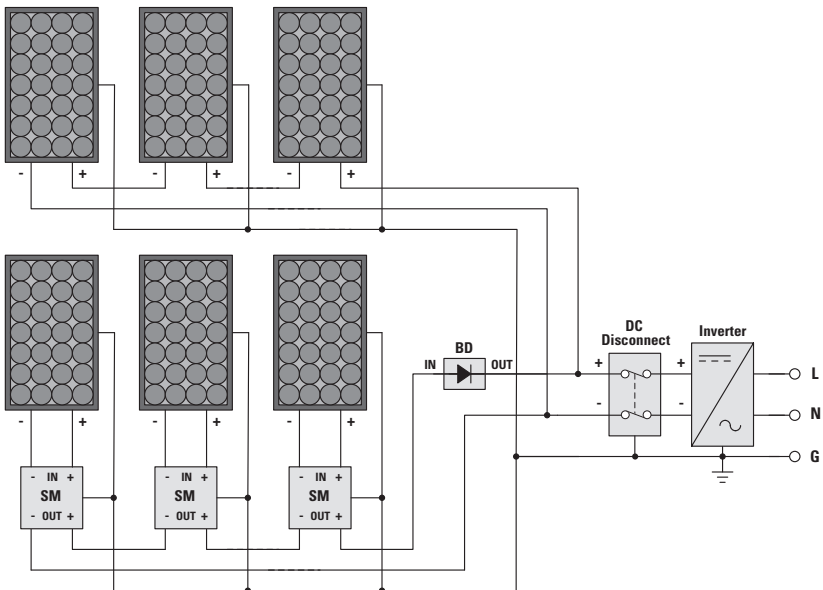

Bild 9. Vereinfachtes Verdrahtungsschema einer PV-Anlage mit SolarMagic Power Optimizern und Sperrdiode.
Um die Installation zu vereinfachen, sollten die SolarMagic™ Power Optimizer (SM) für die entsprechenden Strings am Schienensystem befestigt und verkabelt werden, bevor die PV-Panele montiert werden (**Bild 9**). Die Power Optimizer werden in Reihe geschaltet, und der Pluspol des Power Optimizers, der am ersten Panel der Reihenschaltung angeschlossen ist, wird mit dem Eingang der Sperrdiode (Blocking Diode; BD) verbunden. Zweck und Installation der Sperrdiode werden in einem folgenden Abschnitt erläutert. Der Ausgang der Sperrdiode wird mit einem Photovoltaikverteiler oder einer gleichstromseitigen Freischaltstelle verbunden. Die gleichstromseitige Freischaltstelle kann auch in den Wechselrichter integriert sein. Der Minuspol des Power Optimizers, der am ersten Panel der Reihenschaltung angeschlossen ist, ist die Rückleitung und wird mit dem Minuspol des Photovoltaikverteilers oder der gleichstromseitigen Freischaltstelle verbunden.
Aufgabe der Sperrdiode ist es, Rückströme zu unterbinden, indem sie Strom nur in einer Richtung fließen lässt und den Stromkreis trennt, wenn der Strom in entgegengesetzter Richtung zu fließen versucht. Aufgrund von Wechselwirkungen geben die mit SolarMagic Power Optimizern versehene Strings während der Stunden, in denen sie Energie erzeugen, unterschiedlich hohe Spannungen ab. Jeder mit Power Optimizern versehene String muss deshalb mit einer Sperrdiode bestückt werden, um die SolarMagic™ Power Optimizer vor Schäden zu bewahren. **Bild 9** zeigt die korrekte Platzierung der Sperrdiode (BD).